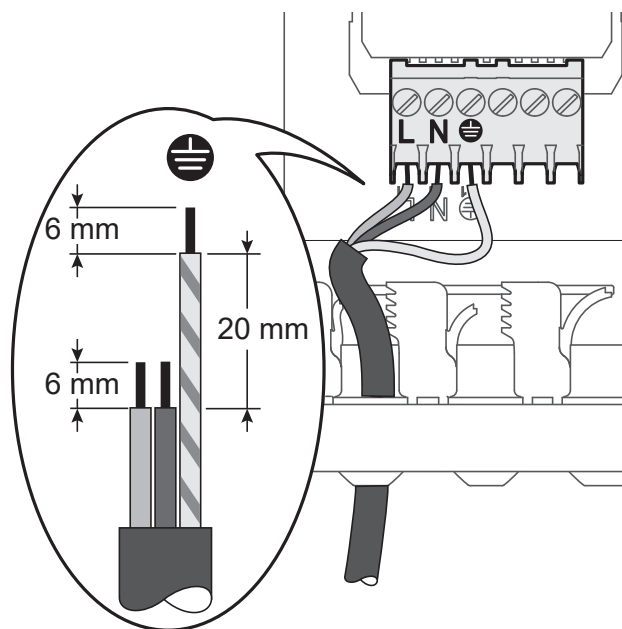

fig. 24 - Alimentation électrique 230 V - 50 Hz
- Raccorder le câble d'alimentation (voir fig. 24).